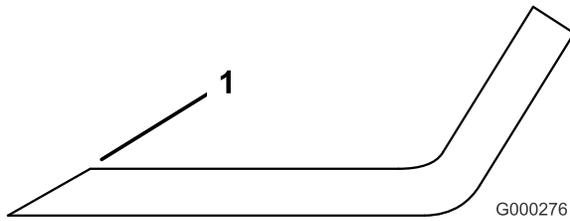

Figura 83
- Utilice una lima para afilar el filo de corte en ambos extremos de la cuchilla (Figura 83). Mantenga el